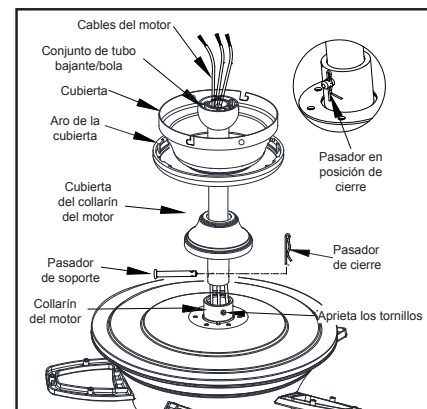

Figura 7
4. Inserta los cables que salen por la parte superior del motor del ventilador, a través de la cubierta decorativa del collarín del motor y enseguida por el aro de la cubierta. Asegúrate de que las ranuras queden en la parte superior. Inserta los cables a través de la cubierta y enseguida a través del conjunto del tubo bajante y bola. (Figura 7)
6. Alinea los orificios en la parte inferior del tubo bajante con aquellos del collarín en la parte superior de la carcasa de motor. (Figura 7) Inserta con cuidado el pasador del colgador a través de los orificios del collarín y del tubo bajante. Ten cuidado de no apretar contra el cableado dentro del tubo bajante. Inserta el pasador de cierre en el orificio cercano al extremo del perno hasta que encaje en su
posición, como se muestra en el círculo de la Figura 7.